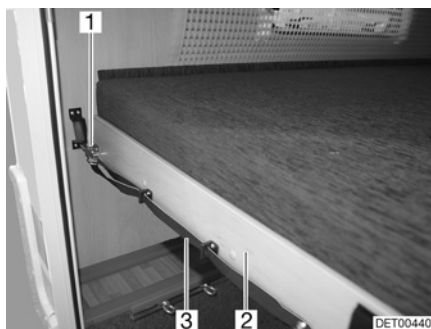

Bild 55 Våningssäng (bak)
- Dra i bandet (Bild 55,3) och lossa spärren (Bild 55,1).
- Dra fram ribbotten (Bild 55,2) med madrassen så att den hakar i.